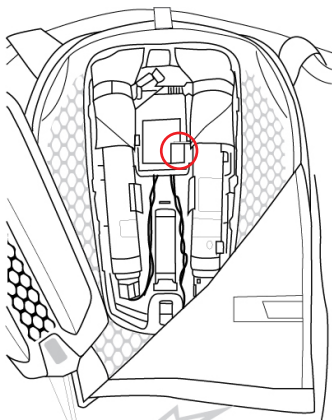

Figura 30: Posizione dell'interruttore della modalità di spedizione
(16) sul retro del sistema e utilizzare l'interruttore della modalità di spedizione (14), situato come indicato nella Figura 30. Dopo aver impostato la modalità di spedizione su ON, facendo scorrere il pulsante verso l'alto, l'utente può spedire il sistema. Per tornare al normale funzionamento del sistema, l'utente deve impostare la modalità di spedizione su OFF, facendo scorrere il pulsante verso il basso.